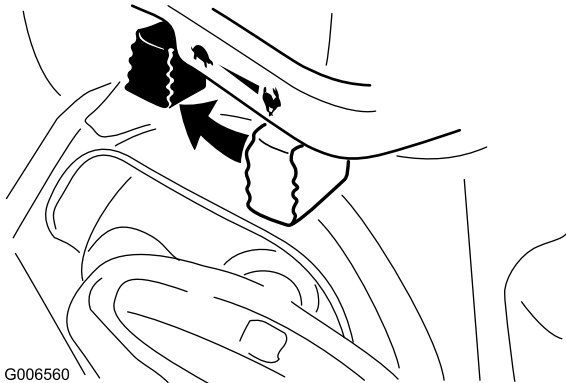

Bild 27
- Schieben Sie die Gasbedienung in die Langsam-Stellung und dann in die Anhalten-Stellung (Bild 27).